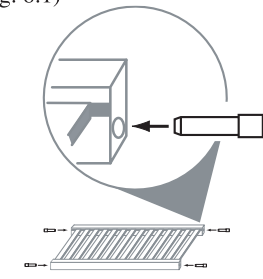

FIG. 8.0
- Inserte los pasadores en los lugares marcados en los estantes (G). (Fig. 8.0)
- Para los estantes (G) que se obtengan de las longitudes de corte, use las instrucciones de perforación que se proporcionan. (Consulte las instrucciones de perforación del orificio del pasador que se encuentran en la página de las piezas.)